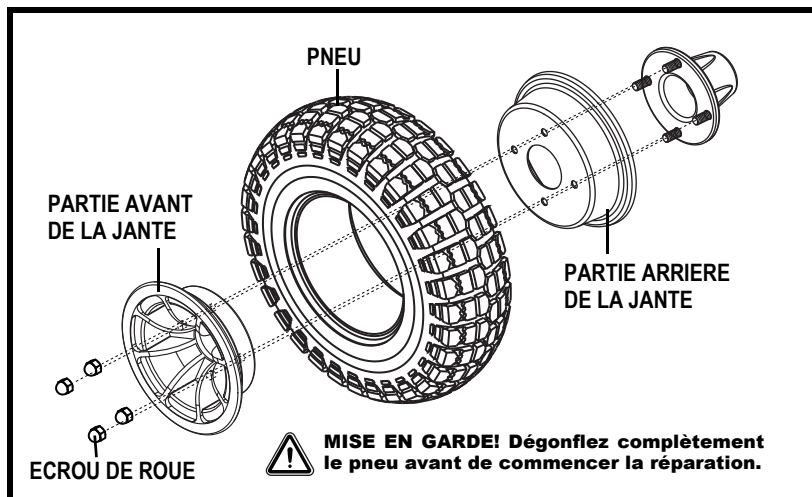

Figure 19. Roue motrice Quantum/Jazzy 1450 Serie démontée
6. Retirez les vis qui retiennent les deux parties de la jante ensemble. **Voir la figure 19.**
10. Réinstallez les quatre (4) écrous de roue sur le moyeu et resserrez.